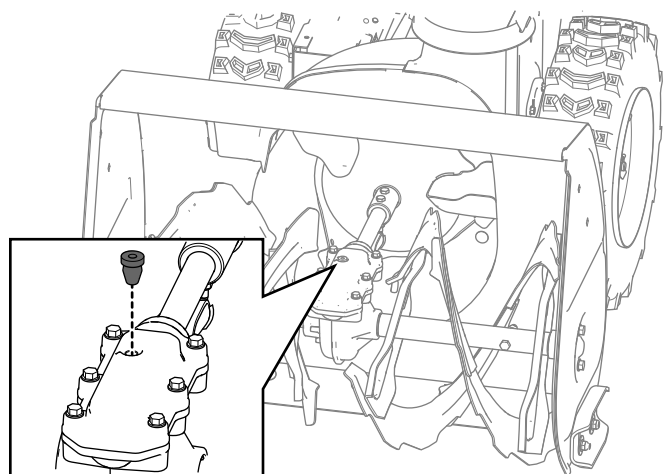

Figure 28
2. Nettoyez la surface autour du bouchon du tuyau et retirez le bouchon du boîtier d'engrenages (Figure 28).